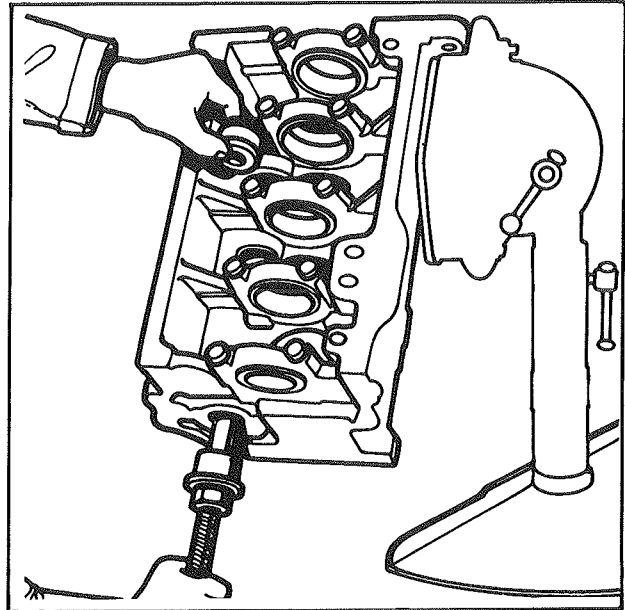

Fig. 7
- **Placer la bague neuve en appui sur la bague à remplacer en faisant particulièrement attention à l'orientation des lumières de graissage (fig. 7).**